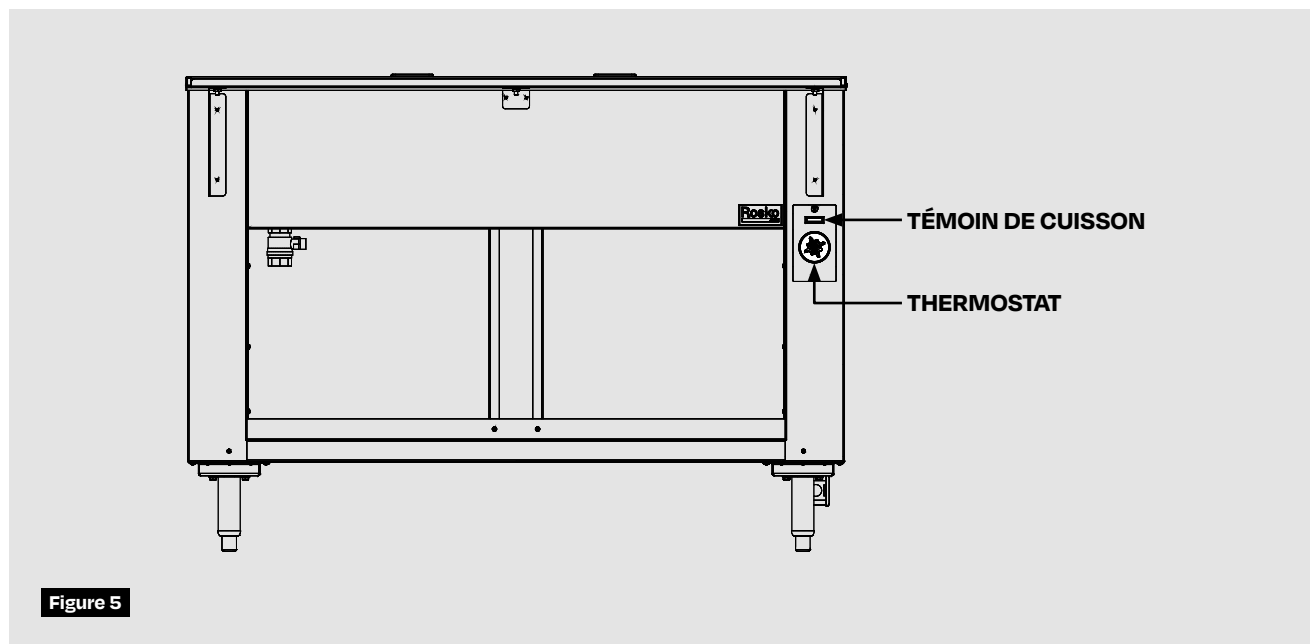

Figure 5
3. Ajuster le thermostat à la position désirée. Un témoin lumineux rouge s'allume pour indiquer que l'élément est en fonction. **(Figure 5)**